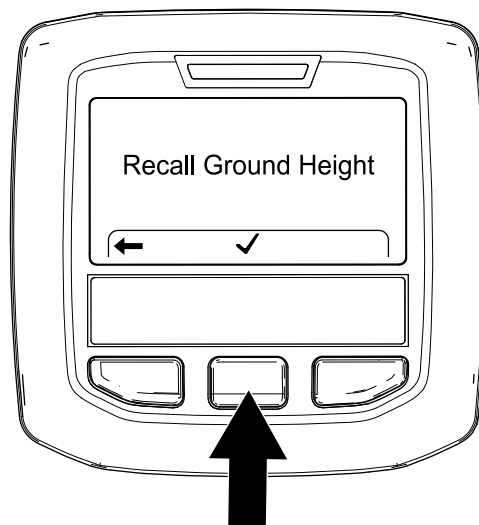

Figura 114
3. En la pantalla Teach Ground Height (Enseñar altura con respecto al suelo) (Figura 114), pulse el botón central del InfoCenter.